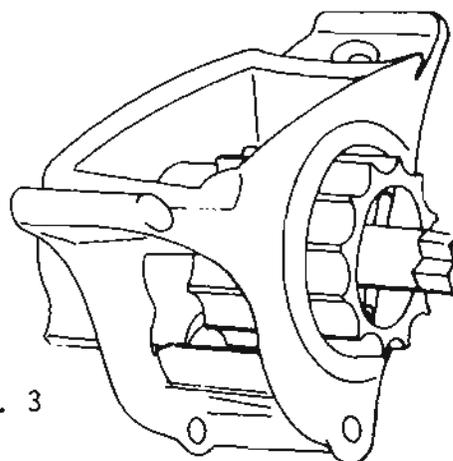

Fig. 3
*Alimentador de rodillo acanalado.* También llamado de alimentación forzada. Las semillas son llevadas a través de la copa por un rodillo acanalado. (Fig. 3) este alimentador es muy común.